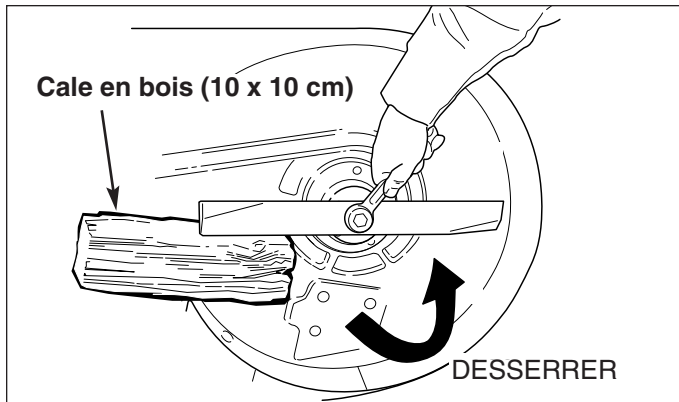

Figure 22. Dépose de la lame
3. Pour retirer une, la bloquer avec une cale en bois afin de pouvoir enlever le boulon de fixation (Figure 22).